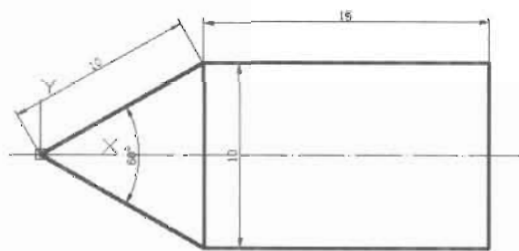

图 2-32
(2) 按空格键继续执行 Line 命令, 接着三角形绘制一个矩形, 如图 2-32 所示, 命令执行过程如下。